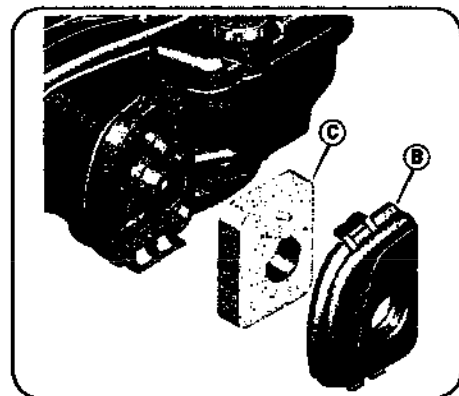

Рис. 16
1. Откройте крышку (В) и удалите фильтрующий элемент (С). См. Рисунок 16.
2. Опрокиньте косилку так, чтобы она опиралась на деку, при этом глушитель должен находиться внизу. См. Рисунок 16. Твердо удерживайте косилку.